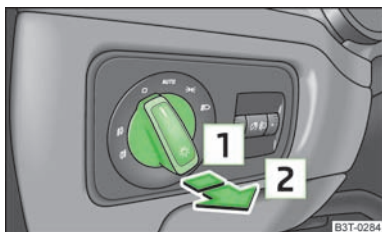

Fig. 34
- Faites d'abord tourner le commutateur des feux sur la position «>» ou «>» » fig. 34.